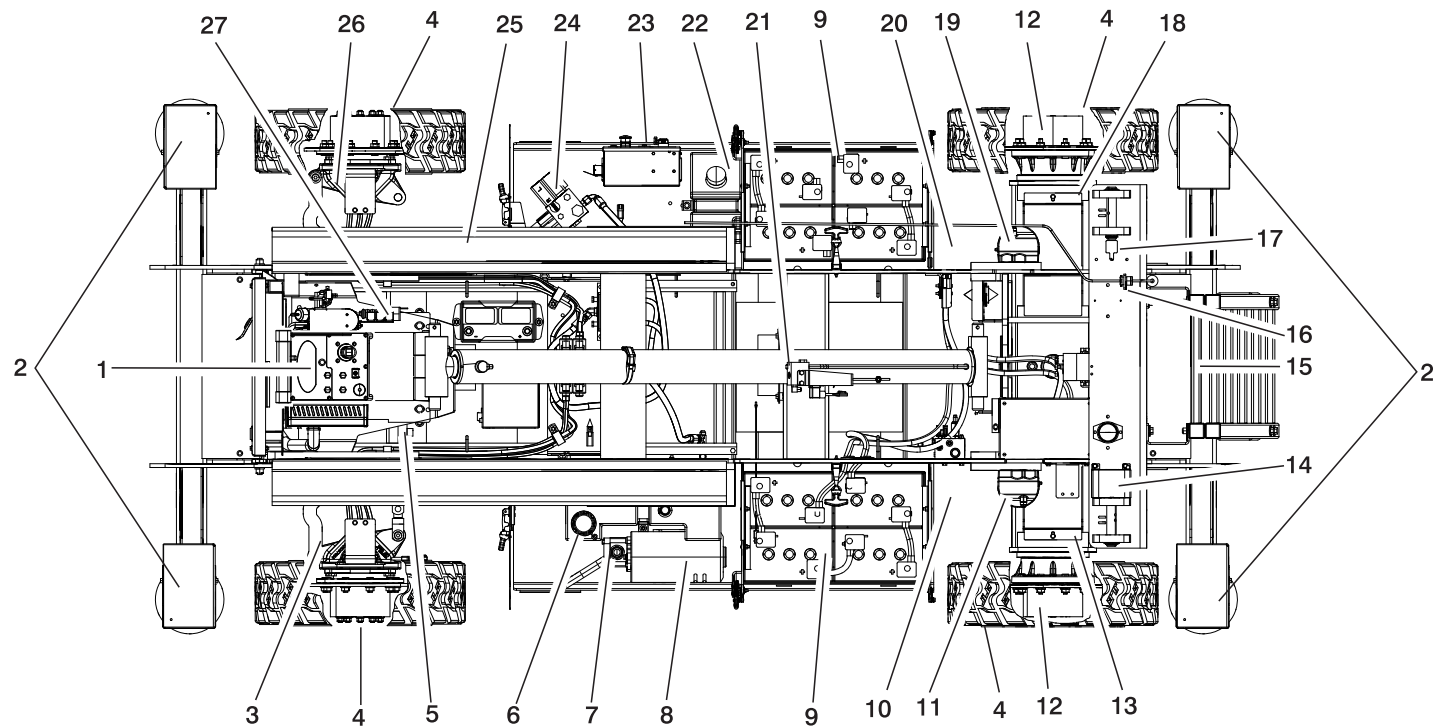

Рис. 2-1. Обход (лист 1 из 3)
5. **Обход машины** — см. Рис. 2-1., Обход (лист 1 из 3).